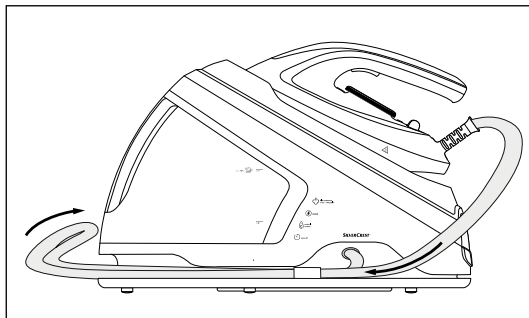
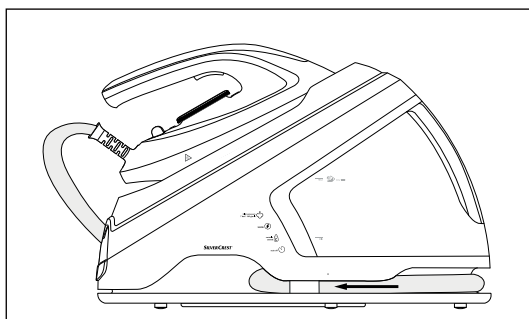

Fig. 15
Fig. 16
- ◆ Pliegue el tubo de conexión ❸ por el centro e insértelo en el alojamiento de la estación de base (consulte la fig. 15 y la fig. 16).